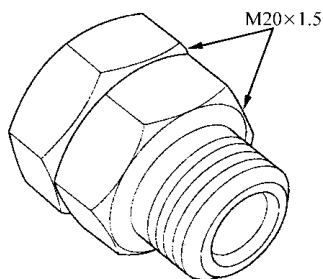

图 2-150 安装两只螺母
- 3) 如图 2-150 所示，在新的机油滤清器输油管上安装 2 只 M20×1.5 螺母。